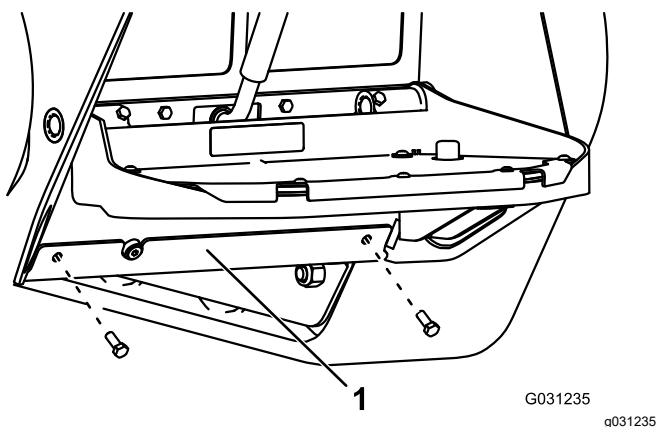

Figura 75
4. Îndepărtați cele 2 uruburi care fixează placa inferioară i îndepărtați placa inferioară (Figura 75).
8. Montați placa inferioară (Figura 75).